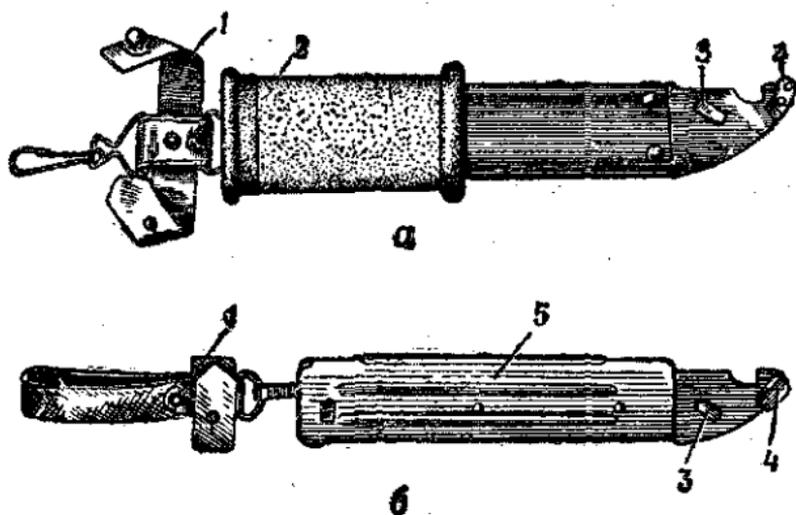

Рис. 39. Ножны:
24. Ножны (рис. 39) служат для ношения штыка-ножа на пояском ремне. Кроме того, они используются вместе со штыком-ножом для резки проволоки. Ножны имеют подвеску с двумя карабинчиками и застежкой, выступ-ось, упор для ограничения поворота штыка-ножа при действии им как ножницами и резиновый наконечник для электроизоляции;